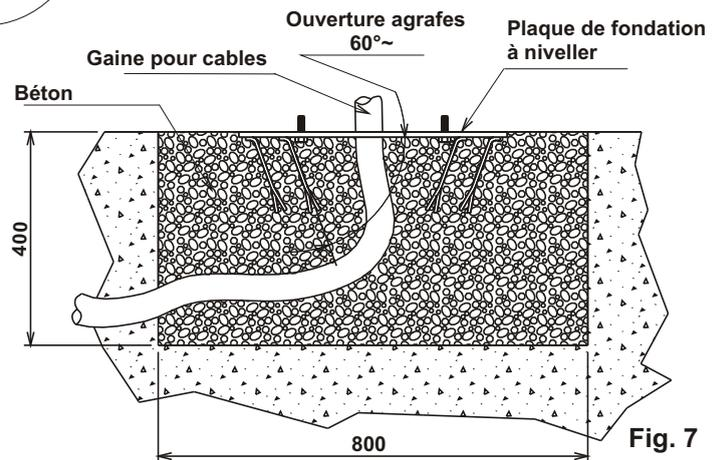

Fig. 7
- Elargir les agrafes de la plaque de fondation à 60° (Fig. 7).
- Remplir la tranchée avec béton R425 et positionner la plaque de fondation comme dans Fig. 7 .